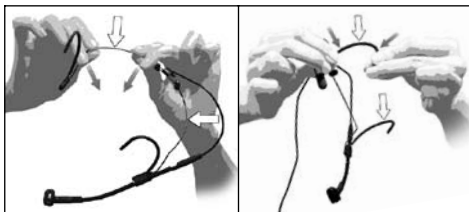

Fig. 6: Come piegare l'archetto sotto- nucale e l'archetto auricolare
Vedi fig. 6.
- Tenete l'archetto sotto- nucale e l'archetto auricolare fermi nei punti indicati nella fig. 6 e piegateli **prudentemente** un po' verso l'interno.